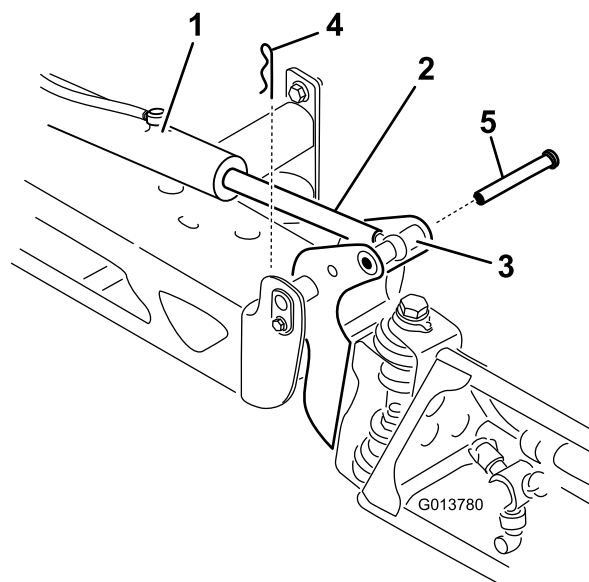

Figura 109
3. Sollevate la barra, togliete il perno (Figura 109) e fate scendere lentamente la barra a terra.
2. Togliete la coppiglia dal perno di articolazione (Figura 109).
9. Tenete ferma la barra e inserite il perno attraverso il perno della barra e l'asta dell'attuatore (Figura 109).